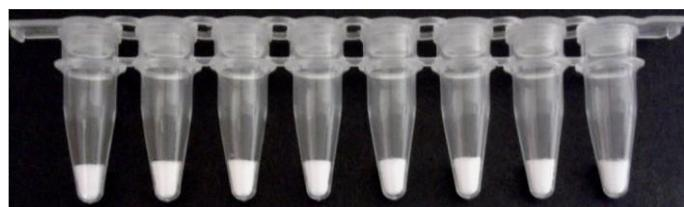

Figura 1
- Examine el producto antes de utilizarlo para comprobar que el contenido tenga un aspecto sólido y blanco (figura 1). Deseche el producto que aparezca con signos de contaminación por humedad;